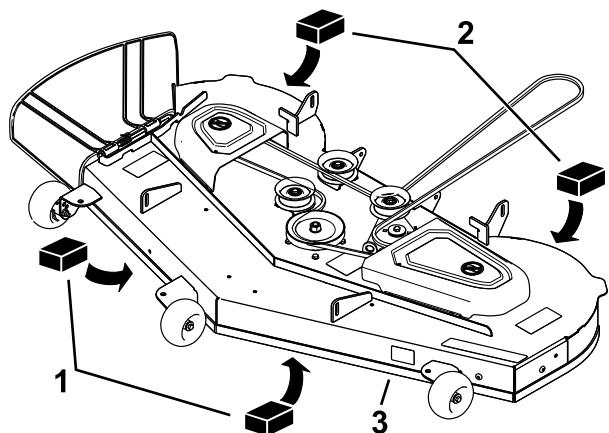

Figure 58
3. Placez deux cales de 6,6 cm (2 $\frac{5}{8}$ po) d'épaisseur chacune sous chaque côté du bord avant du tablier de coupe, mais pas sous les supports des galets anti-scalp (Figure 58).
4. Placez deux cales de 7,3 cm (2 $\frac{7}{8}$ po) d'épaisseur chacune sous le bord arrière de la jupe du tablier de coupe, une de chaque côté (Figure 58).